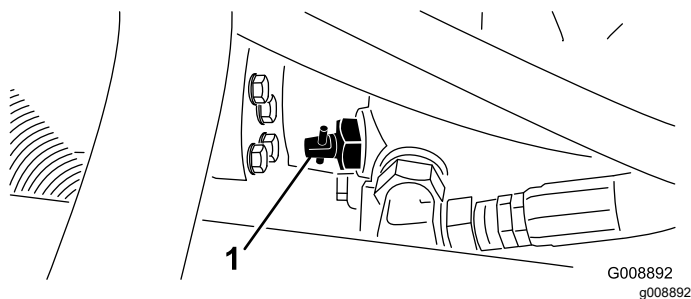

Figura 32
- Girate la valvola di bypass, sulla pompa (Figura 32) a 90°.